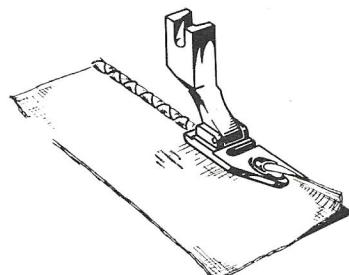

Fig. 35
b) NARROW ROLLED EDGES (Fig. 35)